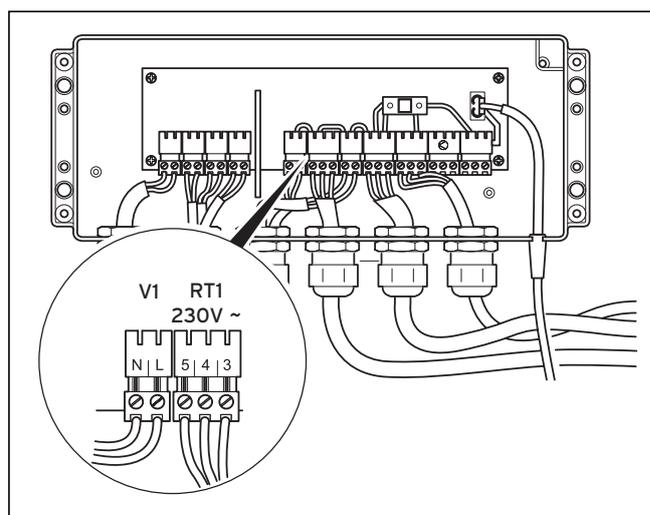

Fig. 5.8 Tracciato del cavo della linea di alimentazione
- Collegare i cavi di collegamento ai relativi morsetti a vite del sistema ProE come illustrato nella fig. 5.8.